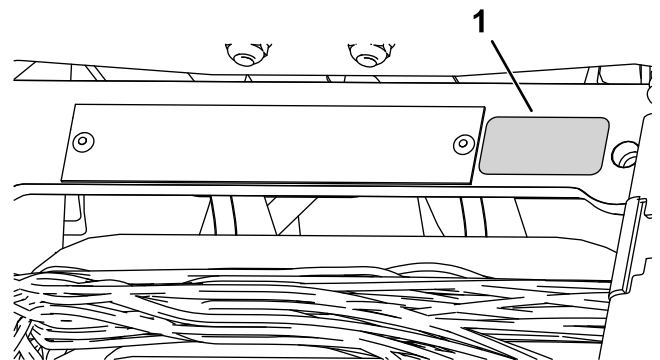

Figura 13
- Applicate l'adesivo dell'anno di produzione accanto alla piastra del numero di serie (Figura 13).